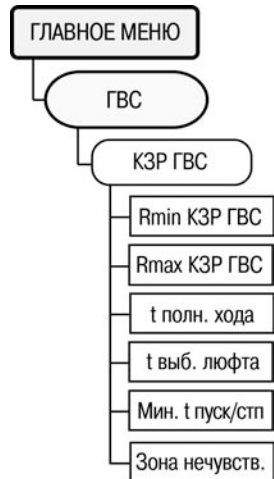

Рисунок 6.21
6.12.15 Для задания параметров КЗР теплообменника ГВС служит пункт меню //ГВС/КЗР ГВС (рисунок 6.21).